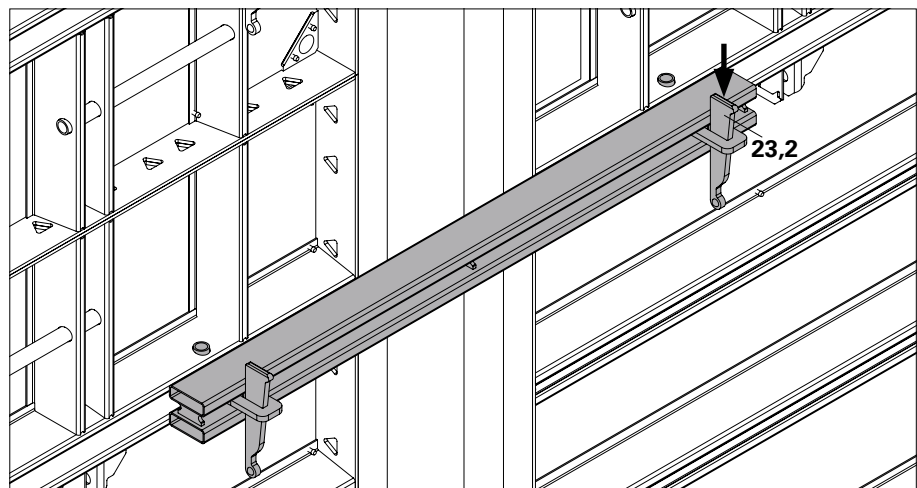

Fig. A4.11
→ Il traverso di compensazione (23) è ora assicurato in posizione. (Fig. A4.11)